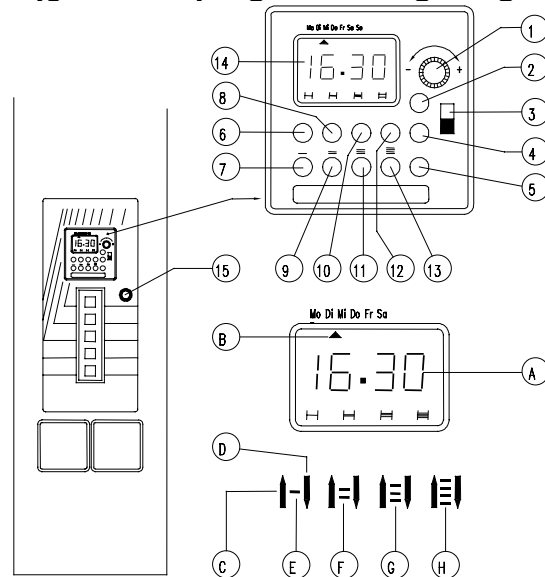

Fig. 10
De werking van de klok kan met de hand worden uitgeschakeld door schakelaar (3, fig. 10) in stand 0 te schuiven. Met de sleutelbediende schakelaar (15, fig. 10) kan men de werking van de keuzetoetsen blokkeren. Hiermee kan dan worden voorkomen dat de gemaakte instelling voor de hoeveelheid, ongewenst wordt gewijzigd. De instelmogelijkheden van de schakelklok worden hiermee niet geblokkeerd of beveiligd.
De instelling van de blokken van de klok gebeurt met stappen van 10 minuten. Hiermee is meteen de minimum tussenruimte in tijd en de tijdsduur van de blokken vastgelegd. De maximale duur van een blok is 24 uur (van 00.00 uur tot 24.00 uur) terwijl elkaar overlappende blokken (ook die waarvan de begin- en eindtijd op hetzelfde tijdstip vallen) als één blok worden gezien. Als de betreffende tijden van een blok zijn ingesteld wordt dit op het display, boven de instelknoppen, aangegeven  $\wedge$  (= inschakeltijd) en  $\vee$  (= uitschakeltijd) 14 C en D (fig. 10).
Het al of niet zichtbaar zijn van de liggende streepjes (E, F, G en H, fig. 10), overeenkomend met de streepjes C, D tussen de rode en blauwe instelknoppen, geeft aan of het betreffende blok is ingeschakeld of niet.
Betekenis van de cijfers en letters bij fig. 10:
1. Verzeker u ervan dat de klok aangesloten is op de elektriciteit en stel de keuzeschakelaar (**3, fig. 10**) in stand "klokje" .
2. **Wissen:** Druk op de knop **CL (2, fig. 10)**, hiermee worden alle instellingen, ook die van al ingestelde blokken gewist.
3. **Huidige dag instellen:** Druk op de knop **WT (5, fig. 10)** en houd deze ingedrukt.
4. Draai de draaiknop (**1, fig. 10**) in de + richting tot op het display de  **huidige dag** wordt aangegeven met pijltje  (**B, fig. 10**). Laat hierna knop **WT 5** los.
5. **Huidige tijd instellen:** Druk op de knop **UHR (4, fig. 10)** en houd deze ingedrukt.
6. Draai de draaiknop naar + of - tot het display de juiste tijd aangeeft (**A, fig. 10**). Laat hierna de UHR-knop **4** los. De tijd is nu ingesteld.
7. Druk op de WT-knop (**5, fig. 10**) en houd deze ingedrukt.
8. Draai de draaiknop naar + of - tot het display de weekday aangeeft met het pijltje  (**B, fig. 10**) waarop men een blok wil instellen. Hierna laat men knop **WT 5** los.
9. **Tijdblokken instellen, begintijd:** Druk op de rode knop van het in te stellen blok (**6, 8, 10 of 12, fig. 10**) en houd deze ingedrukt.
10. Draai de draaiknop tot de gewenste begintijd van het blok op het display (**A, fig. 10**) verschijnt. Laat hierna de rode knop los.
11. **Tijdblokken instellen, eindtijd:** Druk nu op de blauwe knop voor het in te stellen blok (**7, 9, 11 of 13, fig. 10**) en houd
12. Draai de draaiknop tot de gewenste eindtijd van het blok op het display (**A, fig. 10**) verschijnt. Laat hierna de blauwe knop los.
16. Druk na het instellen van alle blokken nog eenmaal kort op de knop **UHR (4, fig. 10)**. Hierdoor geeft de klok weer de normale dag en tijd aan en worden de ingestelde blokken actief.
Door de keuzeschakelaar (**3, fig. 10**) na het instellen in de stand  te zetten, werkt de installatie alleen binnen de ingestelde blokken. Zet men de keuzeschakelaar in de stand **I** dan kan de installatie altijd werken. In de stand **0** is de installatie permanent geblokkeerd.